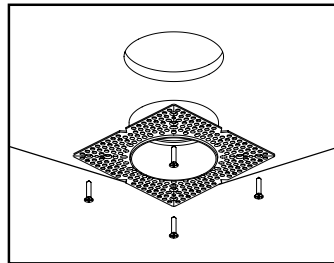

Figure 10
4. Secure the mud-in frame to the ceiling by screws and plaster. (see Fig. 10 and 11)
4. Fixer le cadre d'encastrement au plafond à l'aide de vis et de plâtre. (voir Fig. 10 et 11)